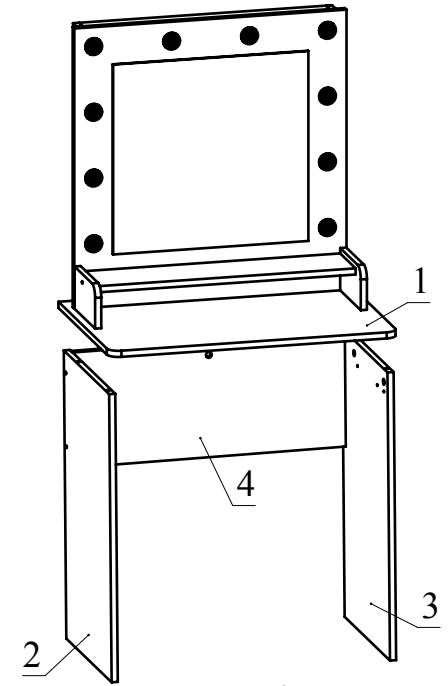

Рис.9
7. Соедините две полученные конструкции: установите деталь 1 на детали 2, 3, 4 и зафиксируйте, повернув конфирматным ключом головки минификсов по часовой стрелке до упора (Рис. 9).